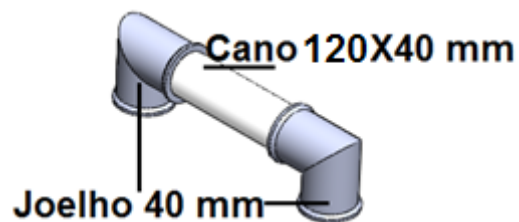

Figura 12. Montagem dos módulos – Módulo 3 – Passo 1
- Passo 1: Junte o cano de 120X40 mm e as 2 conexões “Joelho 40 mm”, como mostrado na figura 12 (1 unidade);